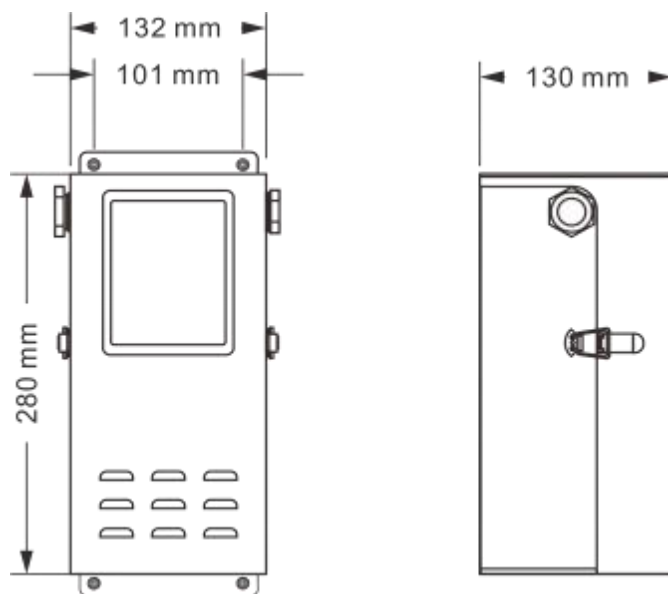

图5：防水箱安装尺寸图
3.4.3 带防水箱安装示例（如图 5）：
如用户订货时需要选配防水箱，探测器出厂时已固定在专用的防水箱内，直接将装有探测器的防水箱安装在合适的位置即可。防水箱安装尺寸（如图5）：